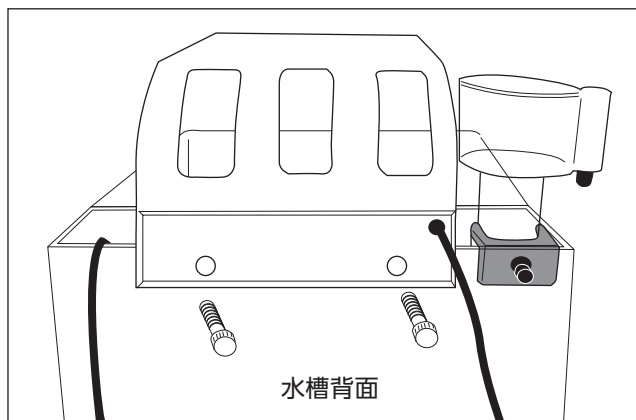

図 4
- A) ホルダーを水槽背面に取り付け、ネジを締めしっかりと固定します。(図 4)